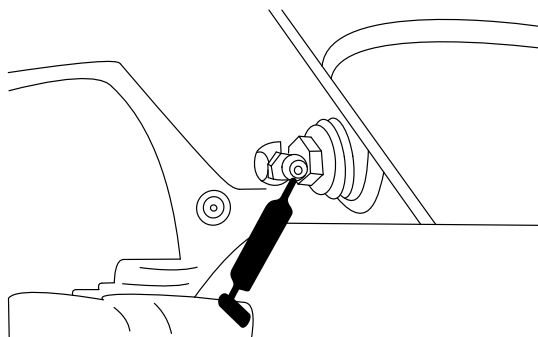

Figura 50
- Pivote del eje trasero (Figura 50).